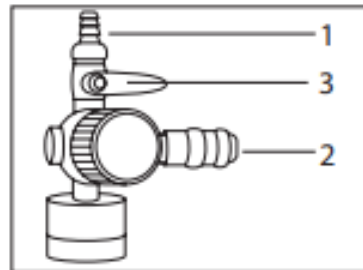

Рис. 4
3. Благодаря конструкции компрессора, Вы можете подключать одновременно два инструмента. На выходе из компрессора предусмотрены штуцера двух типов: «елочка» (Рис. 4, п. 1) и быстросъёмный (Рис. 4, п. 2).